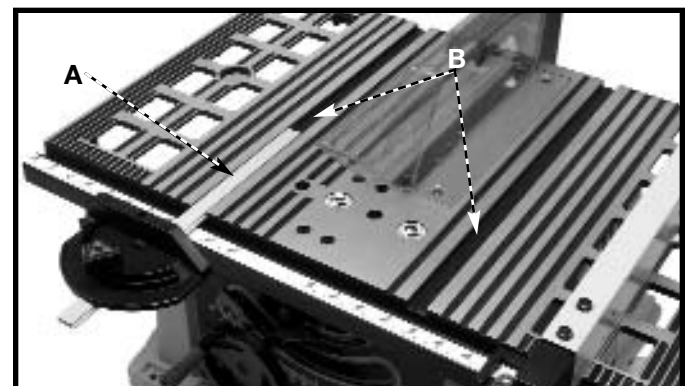

Fig. 18
La escuadra de ingletes se envía completamente ensamblado y viene equipado con una barra de escuadra de ingletes con ranura en T (A) Fig. 18, que se inserta en uno de las dos ranuras para escuadras de ingletes con ranuras en T, localizadas en la superficie de la mesa, como se ilustra aquí. La escuadra de ingletes con ranura en T impide que la escuadra se caiga al ser extendido más allá del frente de la mesa durante el corte transversal de materiales extremadamente anchos.